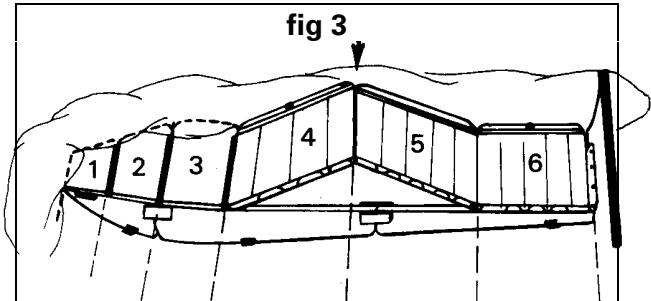

fig 4
2. Plazieren Sie die Längsholme zwischen die zwei Puffer der Elemente (4) und (6) [Abb. 4 - 7].